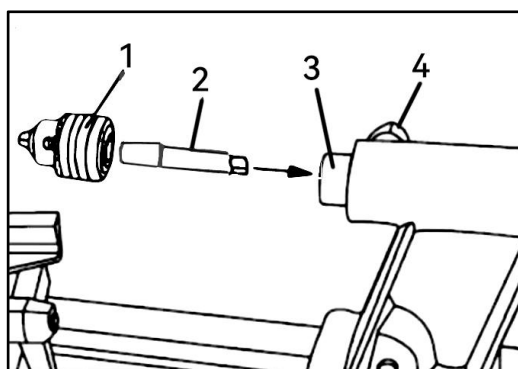

图 12
产品驱动轴以及尾架上的锥孔的锥度是莫氏 2 度的。因此在购买连接杆时一定要注意，与木工车床连接的一端其锥度一定要是莫氏 2 度的，连接杆的另一端面的锥度是与钻夹头连接的，一定要与钻夹头相匹配才可以使用的。（图 12 所示）
d. 在顶架上一般都是安装活络顶尖或是安装钻夹头组件。(如图 12)